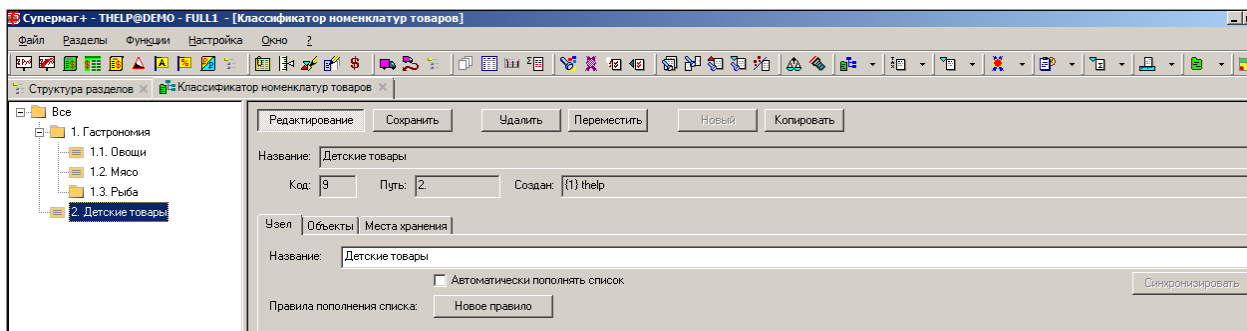

Рисунок 25 – Закладка «Узел»
- **Узел** – для описания правил автоматического пополнения номенклатур (Рисунок 25);